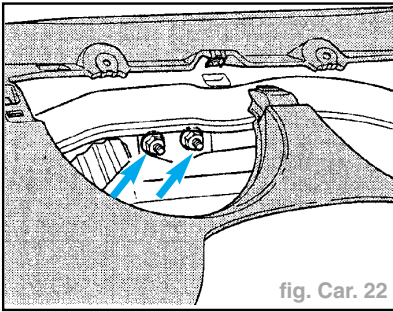

fig. Car. 22
- Dévisser les écrous six pans (flèches) (fig. Car. 22).